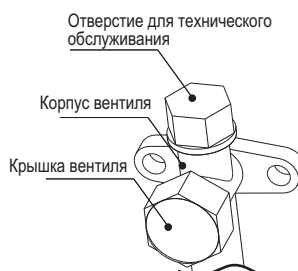

Рисунок 6-2
- После завершения монтажа и перед тестовым запуском откройте вентили. Каждый наружный блок оснащен двумя вентилями различного размера (Рисунок 6-2). Один из этих вентиляей — это вентиль газа, а второй — вентиль жидкости.